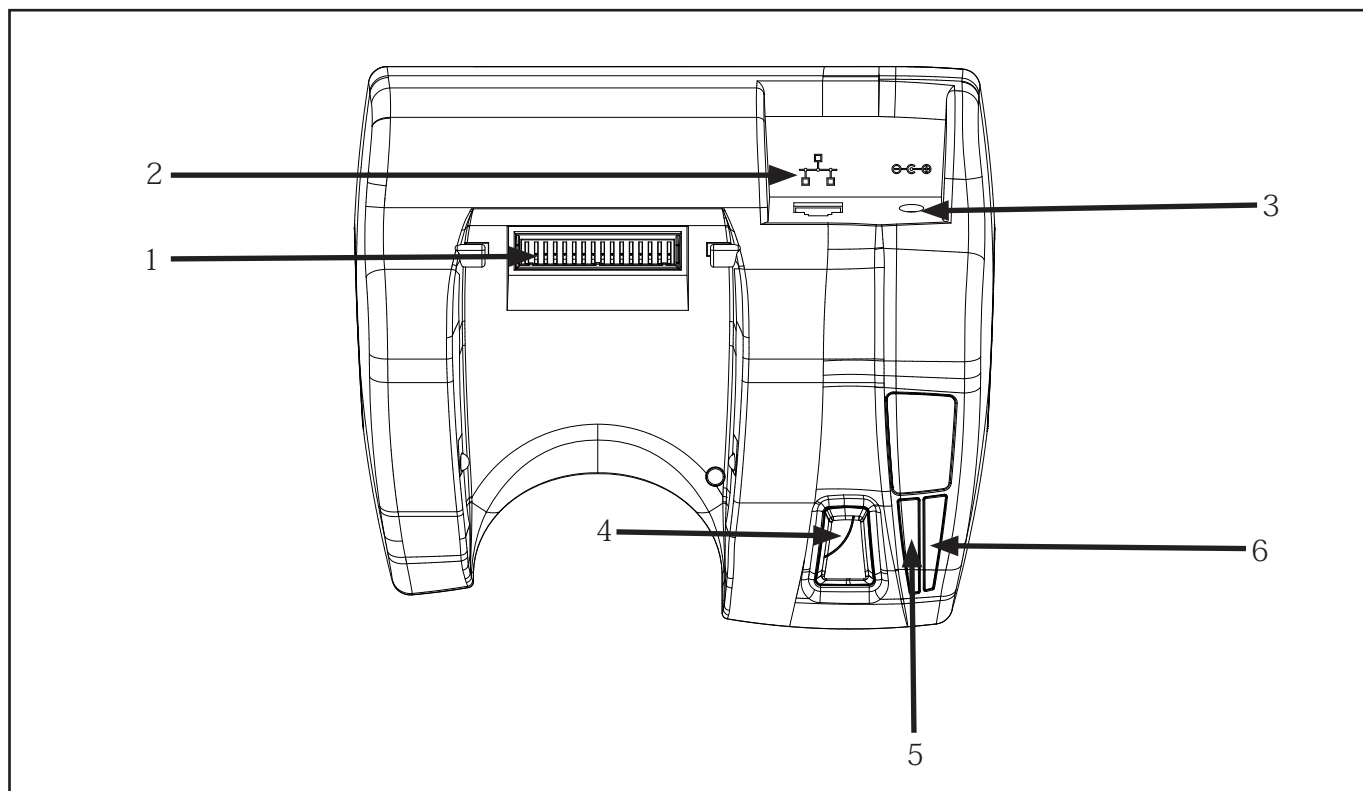

图 1：QLnEC
2. 将电源适配器插入机座后方（图 1 中的 #3）。
3. 将以太网网线插入机座后方（图 1 中的 #2）。
- 检查打印机前面的 LED 指示灯和机座面板上的电源指示灯（图1 和 2 中的 #6）是否点亮。
- 按下机座上的“弹出”按钮（图 1 和 2 中的#4）并将打印机从机座中旋出。